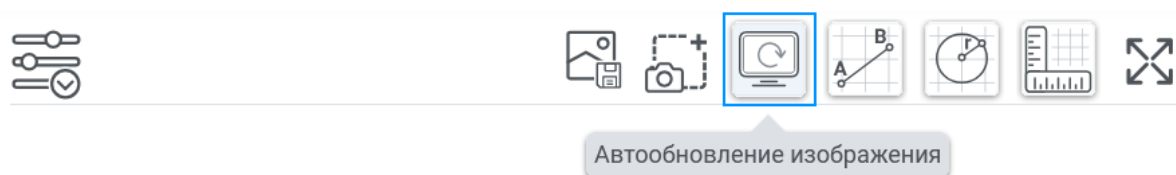

Рисунок 10 – Кнопка автообновления изображения
2.2.4.18 Для захвата изображения камерой микроскопа необходимо нажать на кнопку "Автообновление изображения" на панели быстрого доступа (см. Рисунок 10).
Отключено автообновление камеры	Включите "Автообновление камеры" (см. Рисунок 10)